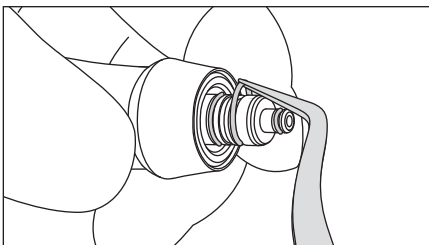

図 18
- ※リング部分にパウダーの付着がある場合にはリングを取り外してオリングとその溝をきれいに掃除し、オリングを取り付けます(図 18)。